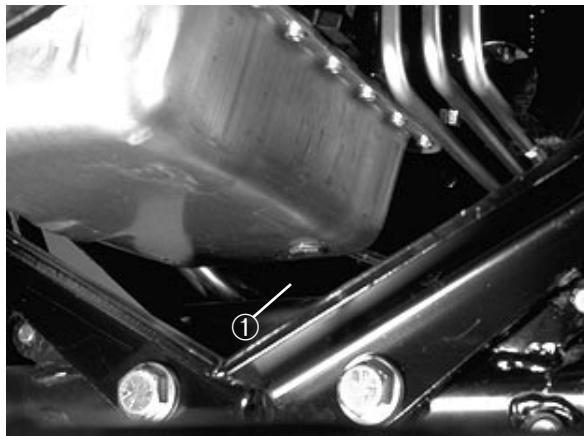

Fig. 40
OLIO MOTORE E FILTRO (Fig. 40 e 41)
1. Togliere il tappo di spurgo (Fig. 40) e lasciare spurgare l'olio nella bacinella. Quando l'olio cessa di fluire, montare il tappo di spurgo e la nuova tenuta n.cat. 74-7850.